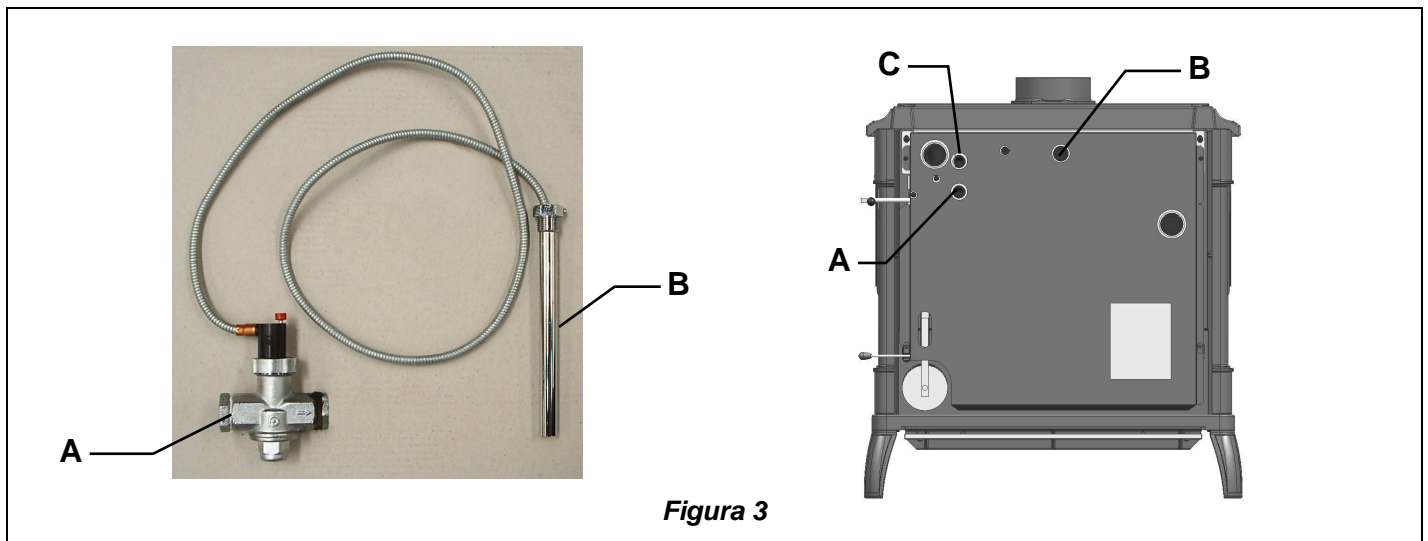

Figura 3
3.4. VALVOLA SCARICO TERMICO (OPTIONAL) - Figura 3